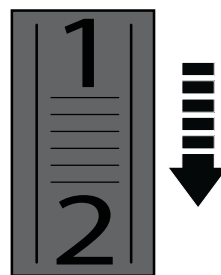

Fig. 6
- > Tournez le sélecteur de vitesse [4] vers la gauche (du point de vue illustré ci-après) pour réduire la vitesse maximale (Fig. 6). Un réglage plus bas convient pour le ponçage avec des papiers abrasifs à gros grain pour retirer les peintures et vernis.